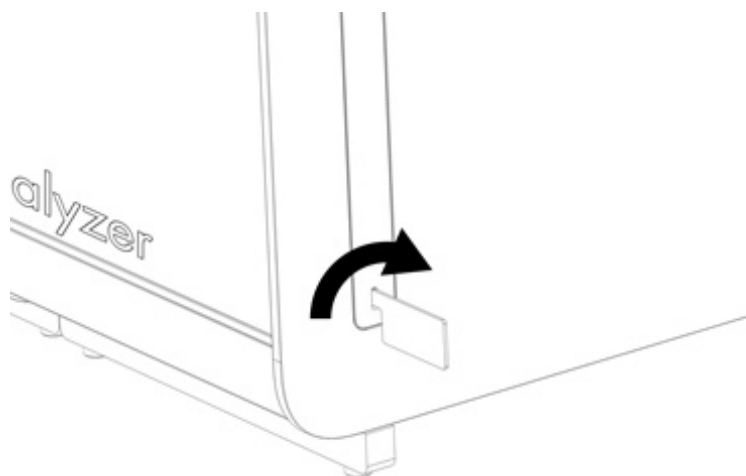

Figura 5. Scoaterea capacelor de protecție.
2. Scoateți capacele de protecție de pe părțile laterale ale modului analitic, folosind instrumentul de îndepărtare a capacului de protecție, livrat împreună cu QIAstat-Dx Analyzer 1.0 (Figura 5).